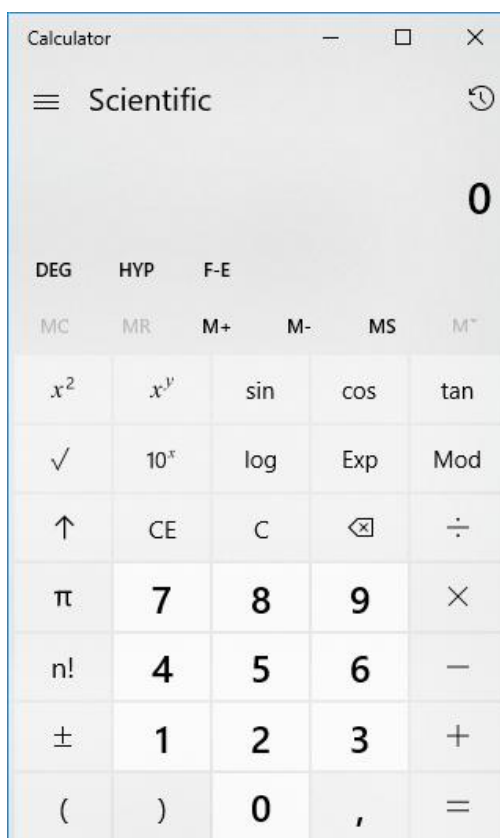

Рисунок 14 – Калькулятор
- S3 – вызов (в отдельном окне) калькулятора (Рисунок 14), который может использоваться как вспомогательный инструмент при работе с системой.